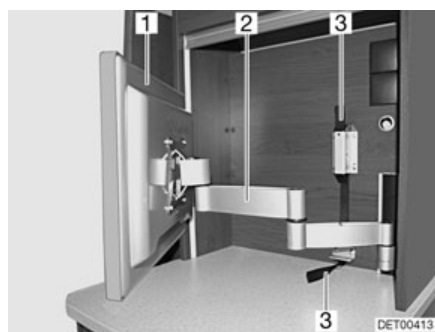

Fig. 67 Pantalla plana con brazo articulado
- Tirar de la cinta textil (Fig. 67,3) para desbloquear el brazo articulado (Fig. 67,2).
- Girar la pantalla plana (Fig. 67,1) a la posición deseada.